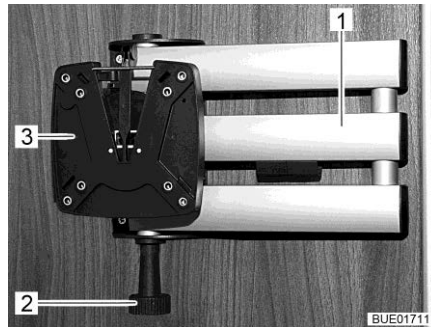

Fig. 89 Soporte con brazo articulado
- Tirar del botón de desbloqueo (Fig. 89,2). El brazo articulado (Fig. 89,1) estará desbloqueado.
- Girar la pantalla plana de regreso a la posición inicial hasta que se oiga engatillar el soporte (Fig. 89,3) en el bloqueo.